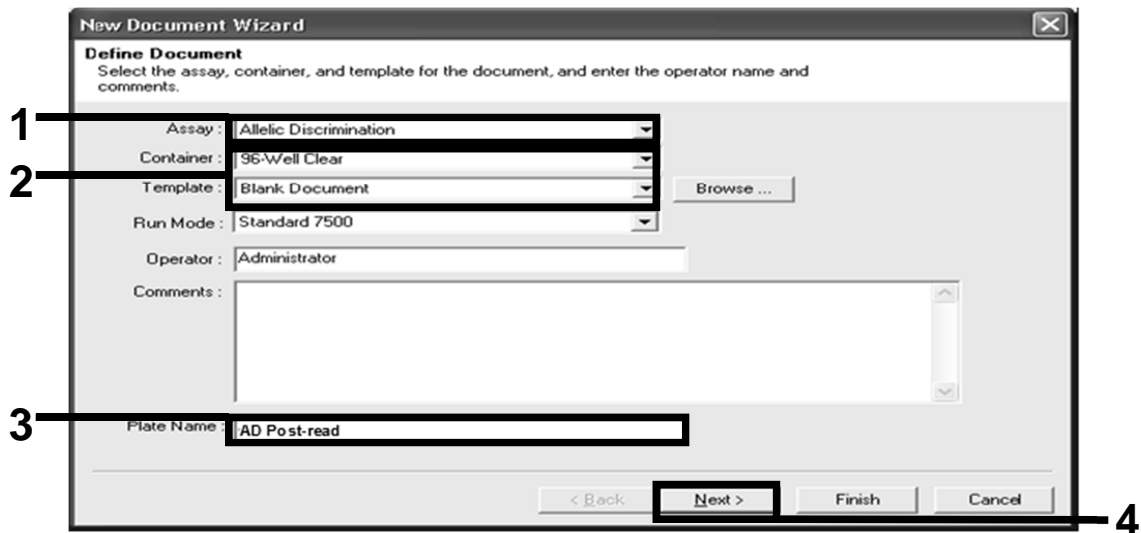

Figura 13. Pre-impostazioni per la creazione di una nuova seduta di post-lettura (Creazione guidata nuovo documento).
- 12. Nella finestra di dialogo "New Document Wizard" (Creazione guidata nuovo documento) fare clic nell'elenco a discesa "Assay" (Saggio), quindi selezionare "Allelic Discrimination" (Discriminazione allelica) (Figura 13).**
13. Accettare le impostazioni predefinite per i campi "Container" (Contenitore) e "Template" (Modello), che sono: "96-Well Clear" (96 pozzetti trasparente) e "Blank Document" (Documento vuoto) (Figura 13). Nel campo "Plate Name" (Nome piastra) digitare *AD Post-read* (Seduta post-lettura amplificazione-rilevazione) (Figura 13), quindi fare clic su "Next>" (Avanti) per accedere alla finestra di dialogo "Select Markers" (Selezione marker).